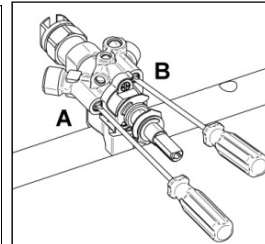

Fig.7
4. Per il rubinetto che comanda il bruciatore dual le viti di strozzamento sono situate sul corpo del rubinetto (**fig.7**) , la vite A regola la corona esterna mentre la vite B regola la vite interna.